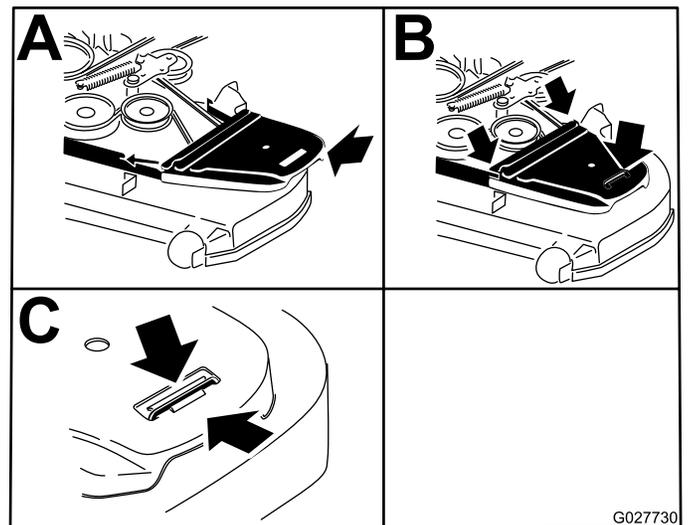

Figure 87
9. Posez les couvercles de courroie (Figure 87).